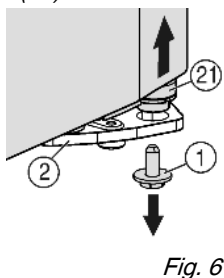
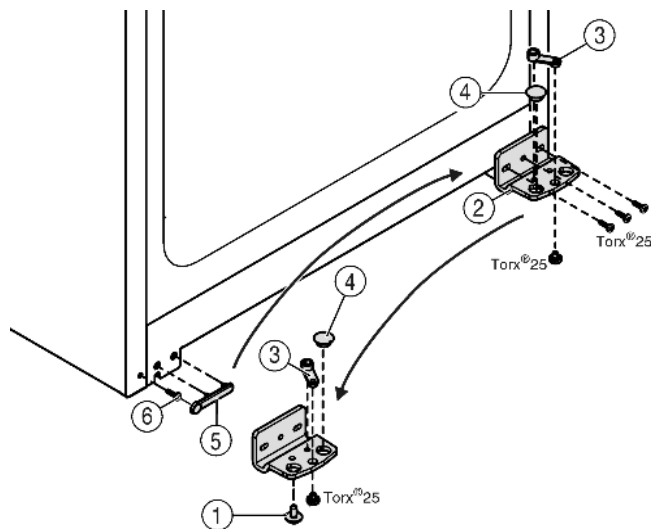

Fig. 6
Fig. 7
- Skru sikringskruen Fig. 6 (1) ud nede til højre ved lejekonsollen.
- Lejebolten Fig. 6 (21) løsner sig fra lejubukken Fig. 7 (2).
- Hvis lejebolten Fig. 6 (21) ikke løsner sig, trykkes den ud nedefra.
- Lejekonsollen Fig. 7 (2) skrues af.
- Lejedelen Fig. 7 (3) skrues af og sættes i det overfor liggende hul i lejekonsollen, skru så fast igen.
- Tag proppen Fig. 7 (4) ud af lejekonsollen og flyt den over til hullet i lejekonsollen på den modsatte side.
- Løft forsigtigt afdækningen Fig. 7 (5) på håndtagssiden.
- Drej skruen Fig. 7 (6) ud og sæt den i igen på den modsatte side.
- Sæt afdækningen Fig. 7 (5) på igen.
- Lejekonsollen Fig. 7 (2) skrues fast igen på den nye hængselside om nødvendigt ved hjælp af en akkuskruetrækker (med 4 Nm).
- ▶ Drej sikringskrue *Fig. 6 (1)* ind i lejebolten forneden og spænd den fast (**med 4 Nm**).